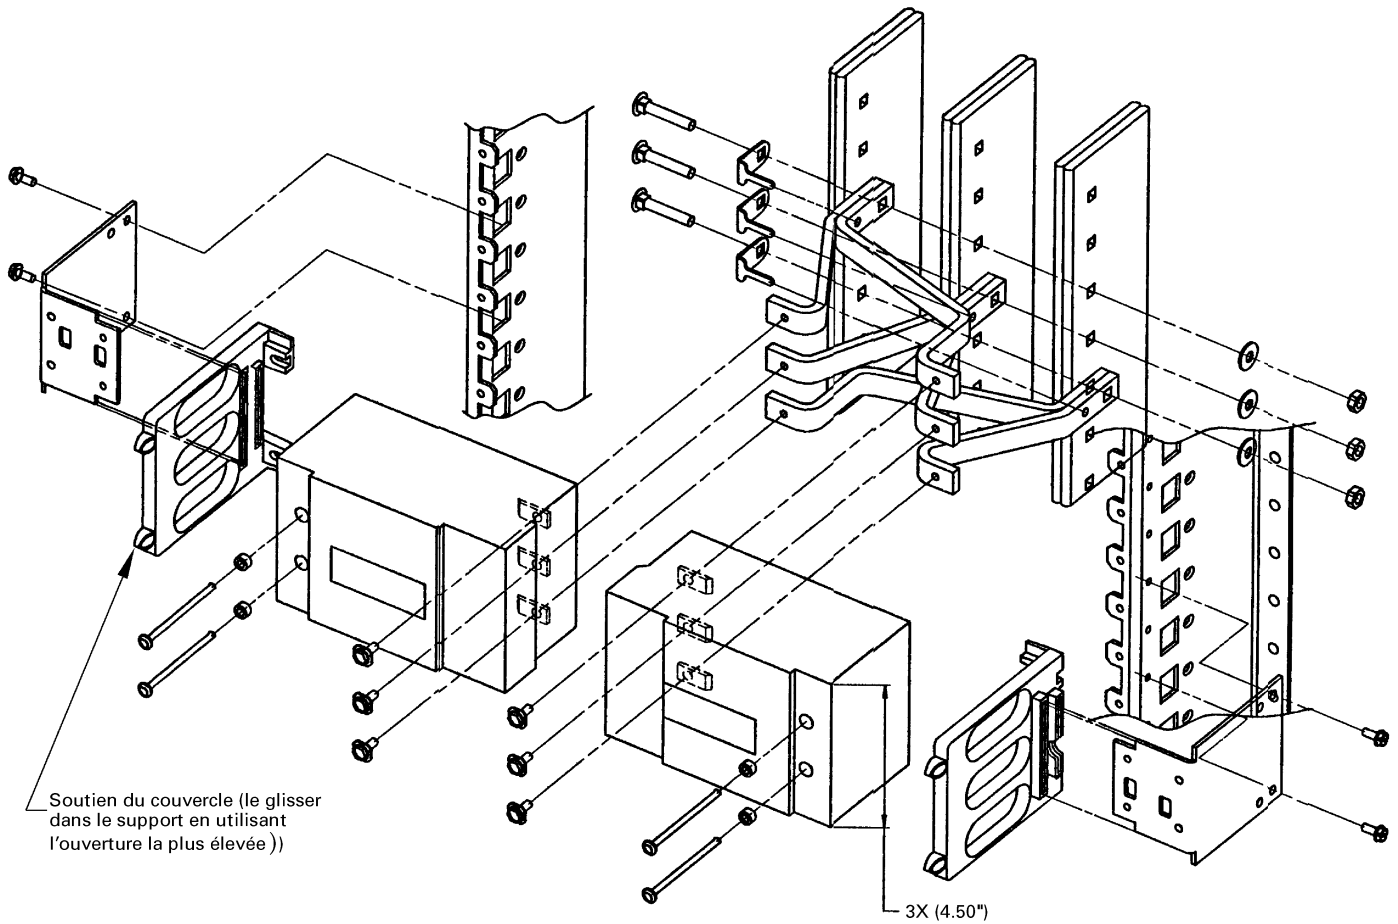

Figure 1. Vue en pièces détachées de l'assemblage du disjoncteur à boulonnage.
1. Installer les barrettes de disjoncteur. Installer les barrettes en commençant par les pôles (A et C) les plus à l'extérieur, comme montré à la Figure 1. Aligner les barrettes [1,2] arrière sur arrière, comme montré. Glisser l'ouverture carrée dans l'attache anti-rotation [12] par dessus la tige carrée correspondante du boulon de carrosserie [3], puis insérer la section de cheville de l'attache à travers l'ouverture circulaire dans l'assemblage de barrette avec le boulon de carrosserie traversant l'ouverture carrée située immédiatement dessous. Attacher lâchement l'assemblage complet de la barrette à la barre omnibus verticale, utilisant une rondelle Belleville [4] et un écrou [5]. Répéter la procédure pour le pôle opposé, laissant 1.38 pouce (1X) d'espace pour le pôle du centre (voir la Table 2 pour les combinaisons de connexions un pôle et deux pôles). Aligner les barrettes de pôle du centre [6] comme montré et les attacher lâchement à la barre omnibus verticale en utilisant la même attache, boulon, rondelle et écrou d'assemblage.
2. Installer les supports de montage de disjoncteur et les supports de couvercle. Attacher les supports de montage de disjoncteur [7] aux rails du côté du panneau en utilisant les vis auto-taraudeuses [8] fournies, comme montré à la Figure 1. Serrer les vis auto-taraudeuses à 25 pouces-livres. Glisser les supports de couvercles (inclus avec le kit de montage de disjoncteur) en utilisant l'ouverture la plus
Lorsque l'on installe les configurations de barrettes à la table 2, assurez-vous d'utiliser une rotation de phase standard, comme demandé. Par exemple, lorsque l'on connecte la première option à la Table 2, connecter le pôle A, suivi du pôle B du haut vers le bas de la barre omnibus. Lorsque l'on installe un disjoncteur à deux pôles et à trois pôles dans une assemblée à double branche, arranger les barrettes, selon la configuration typique trois-pôles, comme indiqué à la Figure 1. Le kit de barrette AMCB4EB contient un support de rechange de montage de disjoncteur pour l'installation des disjoncteurs de type TEB ou TED dans un assemblage, double branche à quatre pôles, 2X (2X 1.38 pouces) Attacher les deux disjoncteurs dans chaque branche à l'ouverture centrale de chaque support de montage et connecter deux des trois assemblages de barrette comme désiré, comme à la Table 2.